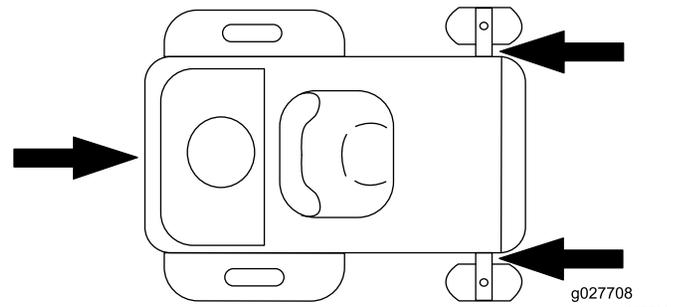

Figure 24
- Arrimez solidement la machine sur la remorque ou le camion à l'aide de sangles, chaînes, câbles ou cordes. Utilisez uniquement les quatre points d'attache désignés de la tondeuse : deux à gauche et deux à droite (Figure 24). Utilisez ces points même pour transporter la tondeuse équipée d'un accessoire. L'utilisation de points non désignés risque d'endommager la tondeuse et/ou l'accessoire.